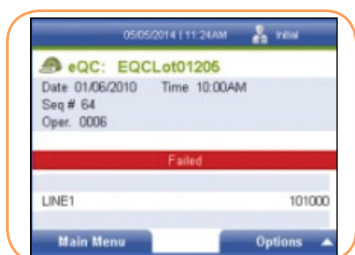

FIGURA 112
- Si se produce un fallo en el análisis de CCE (Figura 112), repita los pasos 1 a 7. Si el análisis de CCE vuelve a fallar, póngase en contacto con el Servicio Técnico.